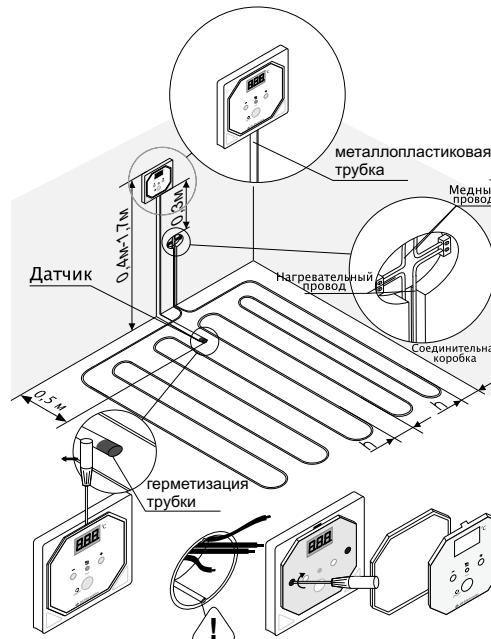

Рисунок 1. Монтаж терморегулятора и системы теплый пол
- закрепить терморегулятор в монтажной коробке. Для чего снять лицевую панель (рис.1), поместить терморегулятор в монтажную коробку и закрутить винты монтажных лапок.